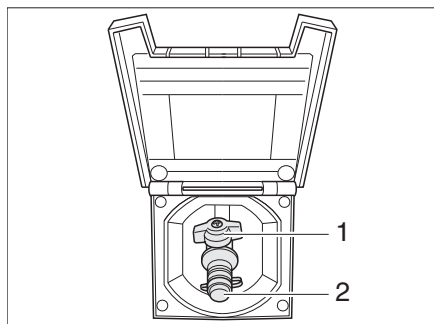

Fig. 84 Presa gas esterna, rubinetto di arresto del gas chiuso
La presa gas esterna (Fig. 84) si trova, a seconda del modello, nella parte posteriore o sul lato destro o sinistro del veicolo.
- Collegare l'apparecchio a gas esterno all'attacco (Fig. 84,2).
- Aprire il rubinetto di arresto del gas (Fig. 84,1).